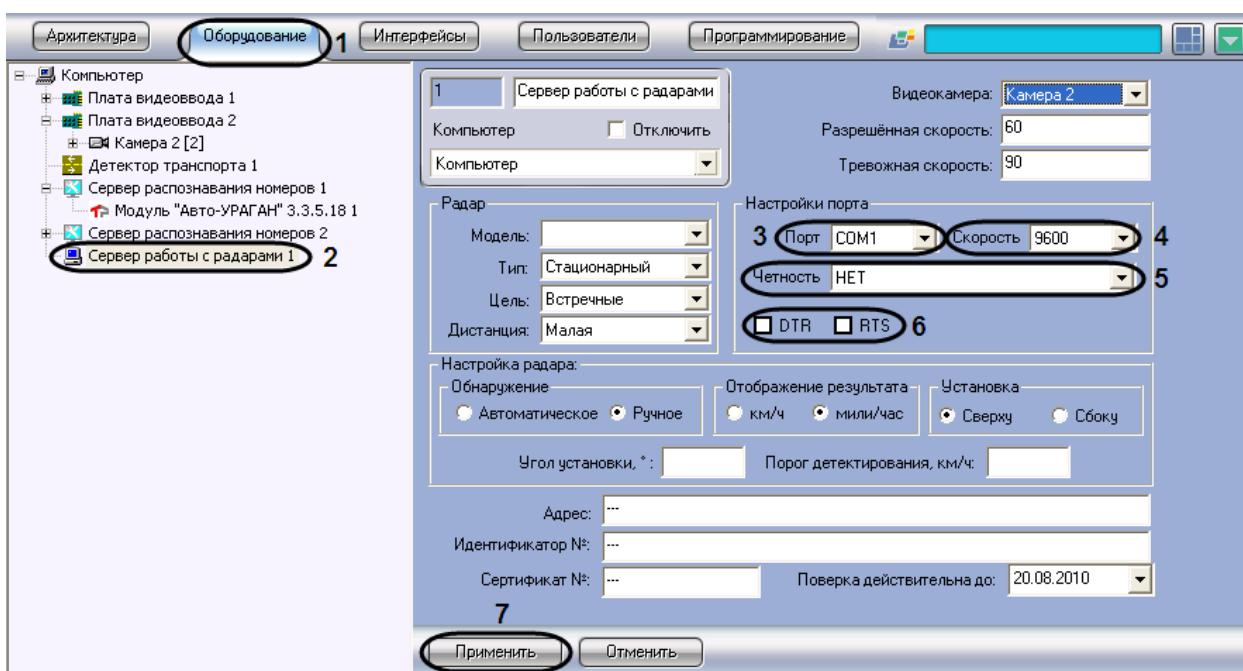

Рис. 7.3—1. Панель настроек объекта «Сервер работы с радарными»
1. Перейти во вкладку «Оборудование» диалогового окна «Настройки» программы «Авто-Интеллект» (см. Рис. 7.3—1, 1).
2. В дереве объектов на вкладке «Оборудование» выбрать объект «Сервер работы с радарными», соответствующий настраиваемому программному модулю «Радар» (см. Рис. 7.3—1, 2). В правой части вкладки «Оборудование» отобразится панель настройки выбранного объекта.
3. Из списка «Порт» выбрать номер последовательного (COM) порта подключения устройства «Радар» (см. Рис. 7.3—1, 3).
4. При необходимости изменить параметры скорости обмена данными между сервером и устройством «Радар» (см. Рис. 7.3—1, 4).